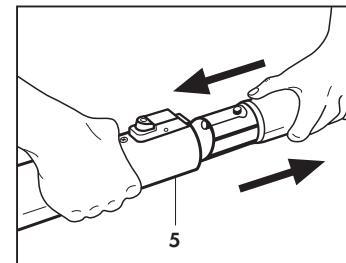

Fig. 12
- d'emboîter le bout mâle de l'un dans la partie terminale femelle de l'autre et de les bloquer au moyen du levier rouge (**Fig. 12**)